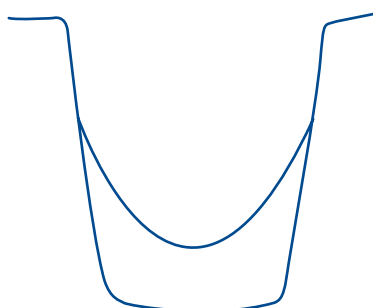

Figura 1
2. Proveer una "cama" firme, estable y uniforme de por lo menos 10 cm de alto. Se recomienda colocar el material de la cama hasta $\frac{1}{4}$ del diámetro de la tubería. Con la ayuda de una compactación manual se da la forma según la Figura 1.